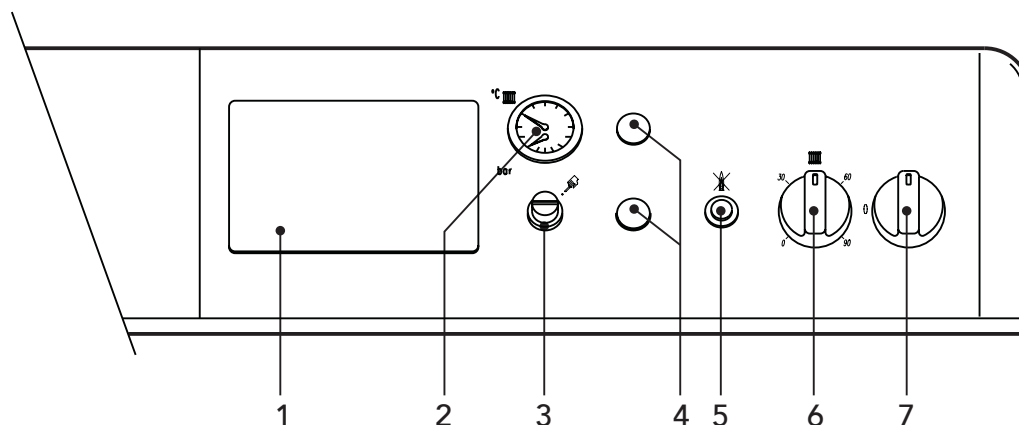

fig. 1
- Portare l'interruttore di caldaia "7" sulla posizione 1 (fig. 1).
- Qualora la caldaia venga dotata di una centralina elettronica termostatica, montata in posizione 1 di fig. 1, l'utente dovrà tenere conto anche delle istruzioni fornite dal costruttore della stessa.
Ruotando la manopola 6 di fig. 1 in senso orario la temperatura dell'acqua di riscaldamento aumenta, in senso antiorario diminuisce. La temperatura può essere variata da un minimo di 30° ad un massimo di 90°. Consigliamo comunque di non far funzionare la caldaia al di sotto dei 45°.
Impostare tramite il termostato ambiente la temperatura desiderata all'interno dei locali. Su comando del termostato ambiente la caldaia si accende e porta l'acqua impianto alla temperatura impostata dal termostato di regolazione caldaia 6 di fig. 1. Al raggiungimento della temperatura desiderata all'interno dei locali il generatore si spegne.
La pressione di caricamento ad impianto freddo, letta sull'idrometro caldaia part. 2 di fig.1, deve essere di circa 1,0 bar. Qualora durante il funzionamento la pressione dell'impianto scendesse (a causa dell'evaporazione dei gas disciolti nell'acqua) a valori inferiori al minimo sopra descritto, l'Utente dovrà, agendo sul rubinetto di caricamento, riportarla al valore iniziale. A fine operazione richiudere sempre il rubinetto di riempimento.